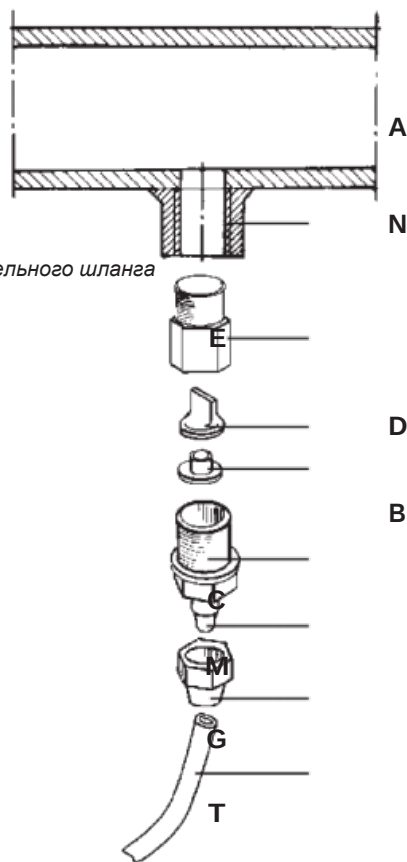

Рис. 8
- f. - Выбрать наиболее подходящую точку ввода на трубе обрабатываемой установки и установить 3/8" стальной соединитель с внутренней газовой резьбой (аналогичный BSP). Этот соединитель не входит в состав поставки насоса. Привинтить клапан впрыска к газовому штуцеру, вставив прокладку, как показано на рис. 8. Затем
3.1 – СХЕМА МОНТАЖА КЛАПАНА ВПРЫСКА Рис. 8